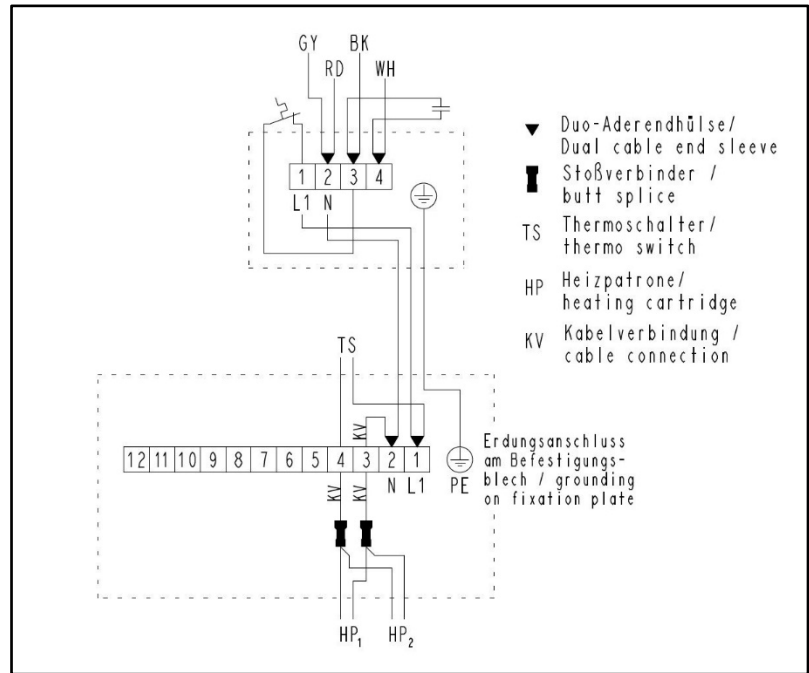

Abb. 7: Elektrische Verschaltung der .11-Ausführungen
5. Netzkabel an den Anschlüssen L1 und N der Lüsterklemmen anschließen (siehe Abb. 7).